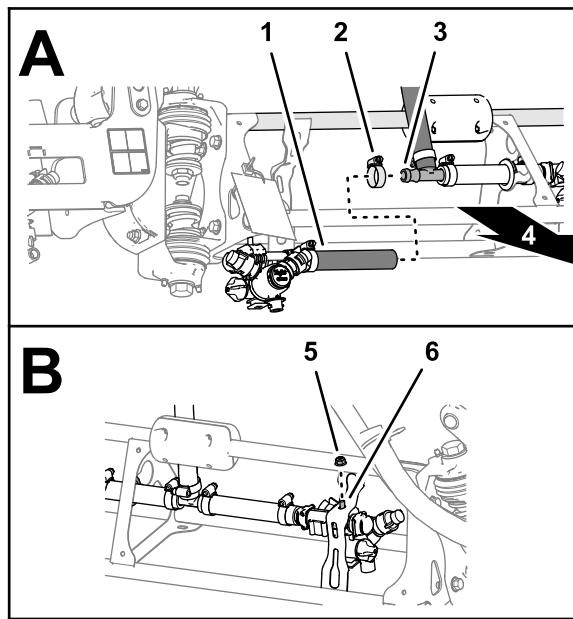

Figure 118
flexible d'alimentation de section droite à l'aide d'un collier de serrage (Figure 118).
2. Insérez le boulon d'étrier de tourelle dans le trou du support de buse, et fixez l'ensemble buse/débitmètre au support (Figure 118) à l'aide d'un contre-écrou à embase (5/16").